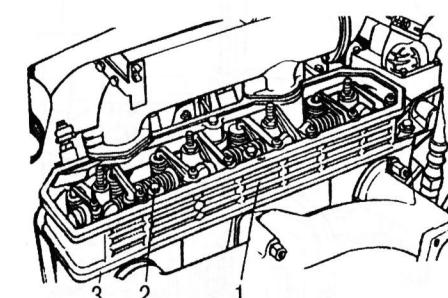

Рис. 3.2. Снятие крышки головки блока цилиндров: 1 – крышка головки блока цилиндров; 2 – болт крепления крышки головки блока цилиндров; 3 – прокладка
6. Снять крышки 1 (рис. 3.2) головки блока цилиндров в сборе с впускным трактом. Снять прокладку 3 крышки головки блока цилиндров.